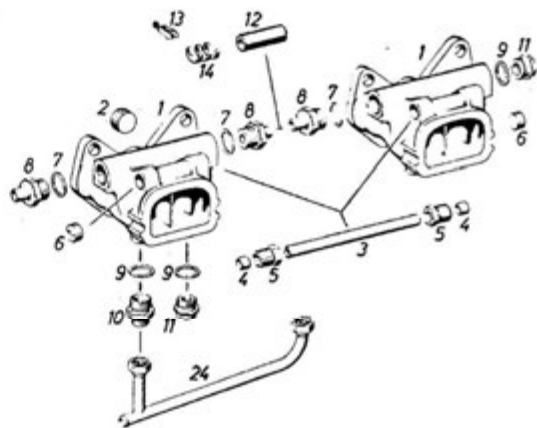

Fig. M 32/18
18. Collegando i condotti d'aspirazione ai carburatori, accertarsi che tutti i collegamenti siano a tenuta. Allo scopo di preriscaldare la miscela aria-carburante, i condotti d'aspirazione sono collegati al circuito di raffreddamento. Inoltre i condotti di aspirazione sono collegati tra loro da un circuito di compensazione (Fig. M 32/18).